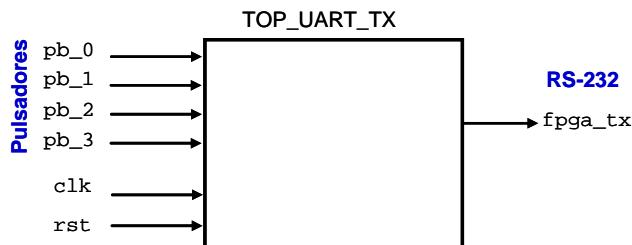

Figura 7.29: Representación esquemática de la entidad de más alto nivel
- Declarar los puertos de la entidad.** Los puertos son los mostrados en la 7.26, todos ellos son de tipo `std_logic`. Recuerda que al declarar la entidad y los puertos estamos indicando que nuestro circuito es como una *caja negra* que se comunica con el exterior con los puertos de entrada y salida. En nuestro caso, esta caja negra se representaría como muestra la figura 7.29.